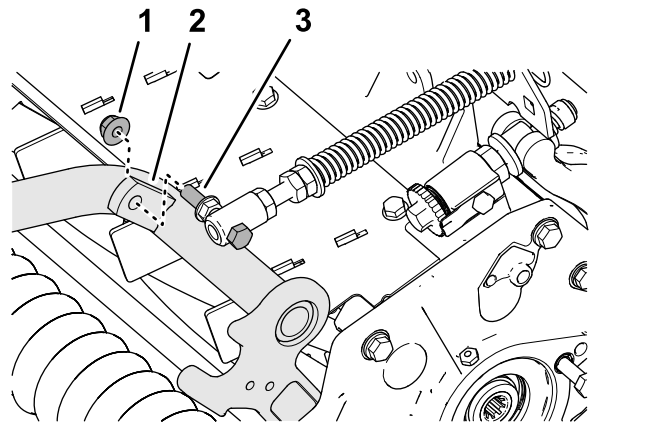

**Bild 9**
3. Entfernen Sie die Sicherungsbundmutter ( $\frac{3}{8}$ " ), mit der die Kopfschraube der Rasenkompensierungsfeder an der rechten Lasche des Trägerrahmens befestigt ist, und nehmen Sie die Kompensationsfeder vom Mähwerk ab (**Bild 9**).